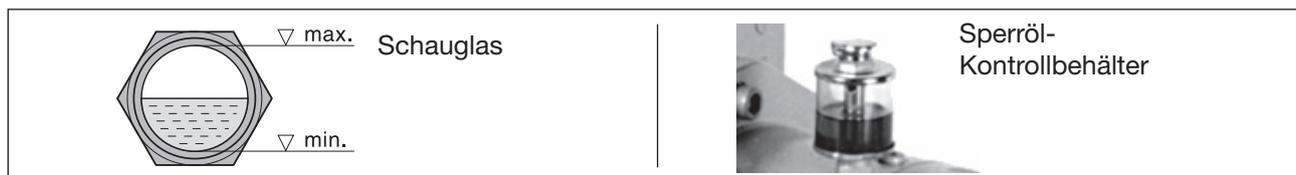

Abb. 7 Ölstand am Schauglas und Sperröl-Kontrollbehälter
- Das Schmieröl an den beiden Öleinfüllstellen (Abb. 2, 3/H₁, H₂) bis zur Mitte an den Schaugläsern (Abb. 7) auffüllen. Geeignete Sorten siehe Kapitel 7.5 „Schmieröl“ auf Seite 27.
- Das Öl zur Abdichtung der Wellendurchführung in den Sperröl-Kontrollbehälter (Abb. 2, 3/G) einfüllen. Der Ölstand muss sichtbar sein (Abb. 7).